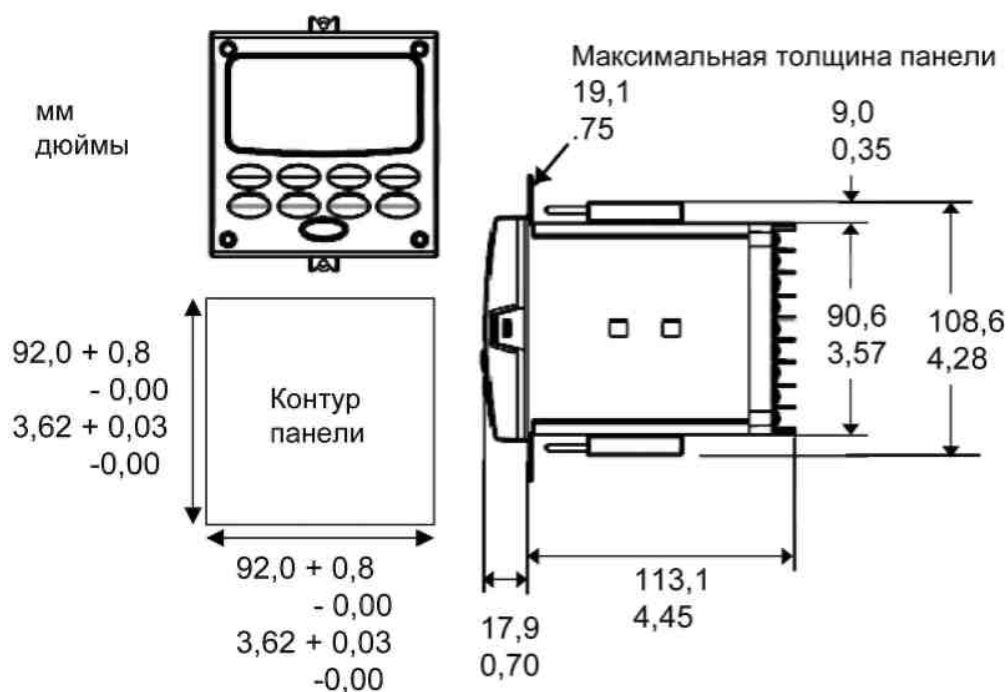

Рисунок 2-2 Монтажные размеры (не в масштабе)
- Габаритные размеры и требования к контуру панели для монтажа контроллера показаны на Рис. 2-2.
1	Разметьте и вырежьте отверстие под контроллер в панели в соответствии с информацией о габаритных размерах, приведенной на рис. 2-2.